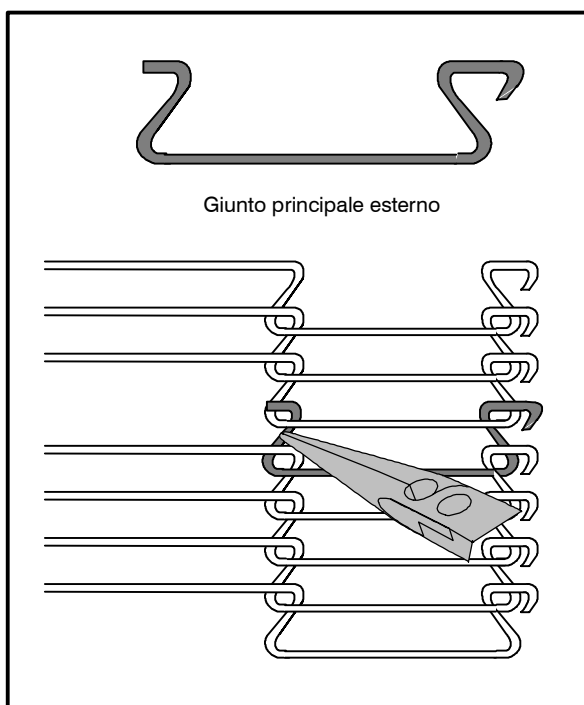

Figura 13
7. Installare i giunti principali esterni per terminare il collegamento delle due estremità del nastro trasportatore. Vedi Figura 13.